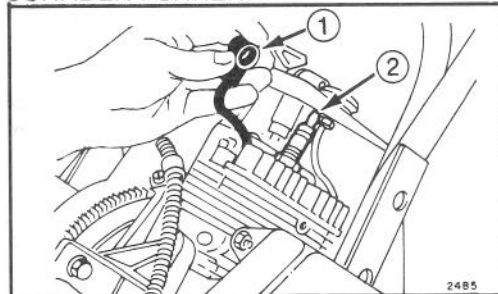

Abb. 12
2. ZÜNDKERZE ENTFERNEN (Abb. 12) — Das Hochspannungskabel von der Zündkerze abziehen und die Kerze abnehmen. Die Zündkerze genau untersuchen und ersetzen falls sie gerissen oder verschmutzt ist. DIE ZÜNDKERZE NICHT SANDSTRAHLEN, ABKRATZEN ODER REINIGEN, DENN ES KÖNNTE ABRIEB IN DEN ZYLINDER GELANGEN UND ZU MOTOR-SCHADEN FÜHREN.